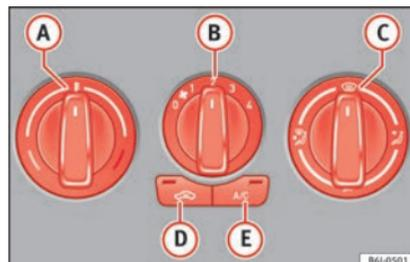

Fig. 154 Comandos do ar condicionado no painel de instrumentos.
• Com os comandos rotativos **A**, **B** e **C** »» **Fig. 154** regula-se a temperatura, a velocidade do ventilador e a distribuição do ar.
- Desligue o sistema de refrigeração com o botão »» **Fig. 154** (apaga-se a luz de controlo do botão).
Se o comando rotativo **C** » Fig. 154 estiver na posição de descongelação, a portinhola de recirculação estará sempre aberta (indicador luminoso apagado).
- Pressione o botão **D** » Fig. 154, o aviso do botão acende-se indicando que foi ativada a recirculação do ar interior do habitáculo.